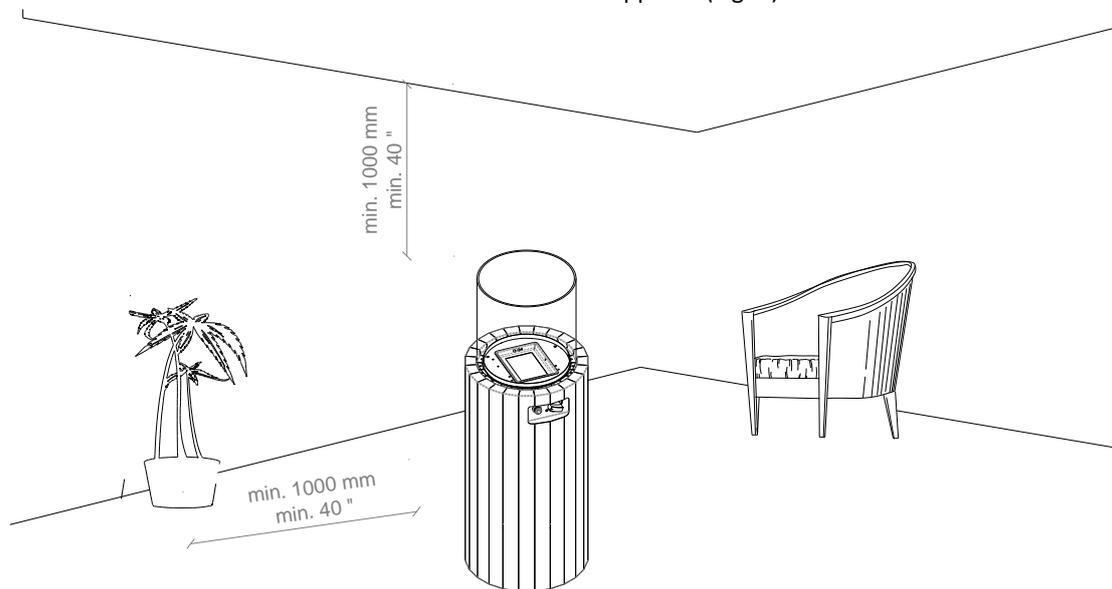

Fig. 1 : Distance minimale par rapport aux matériaux inflammables
- Cet appareil doit être tenu à l'écart des matériaux inflammables pendant son utilisation. Ne placez aucun matériau combustible à moins de 1 m de Bino et de 1 m au-dessus de l'appareil (Fig. 1)